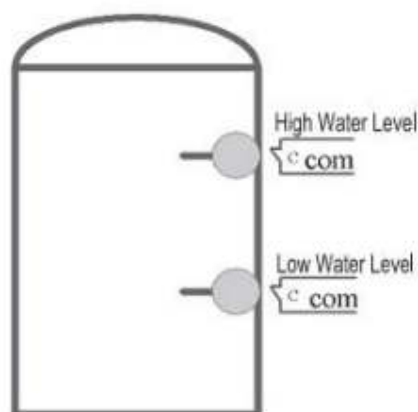

Рисунок 15 (Резервуар чистой воды)
2) Установите "single point on-off" (как показано на рисунке 15), резервуар имеет два независимых включения-выключения по уровню жидкости и оба они закроются, если уровень жидкости будет выше, чем при включении-выключении. Соедините верхний уровень жидкости (см. рис. 15) с верхним уровнем жидкости на выходе, а нижний уровень жидкости (см. рис. 15) - с уровнем жидкости на выходе. Когда система запускается и уровень жидкости становится ниже "нижнего уровня жидкости" (индикатор нижнего уровня жидкости закрывается), система запускается, в противном случае подождите full water; во время работы уровень жидкости выше "верхнего уровня жидкости" (индикатор верхнего уровня жидкости отключен), резервуар для чистой воды полон, промывка системы прекращается.